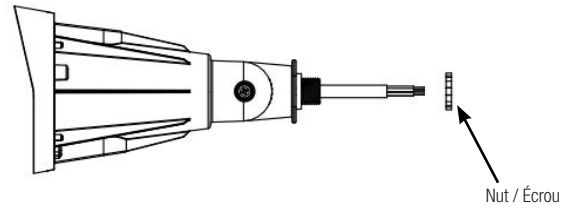

Fig. 5
5. Unscrew the nut as shown in Figure 5. Install according to the different installation methods.
5. Dévissez l'écrou comme indiqué dans la figure 5. Installez selon les différentes méthodes d'installation.